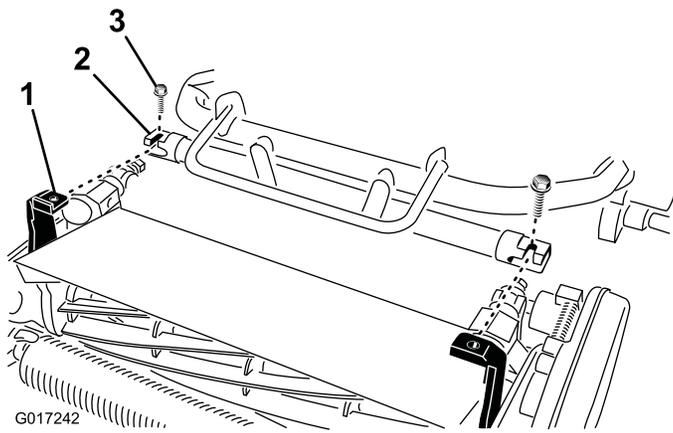

图6
4. 向前推动主机框架（图6），直至其与滚刀组旋转臂完全接合。
5. 使用 2 颗 0.95 x 1.90cm 螺栓将主机框架固定到滚刀组旋转臂上 (图6)。